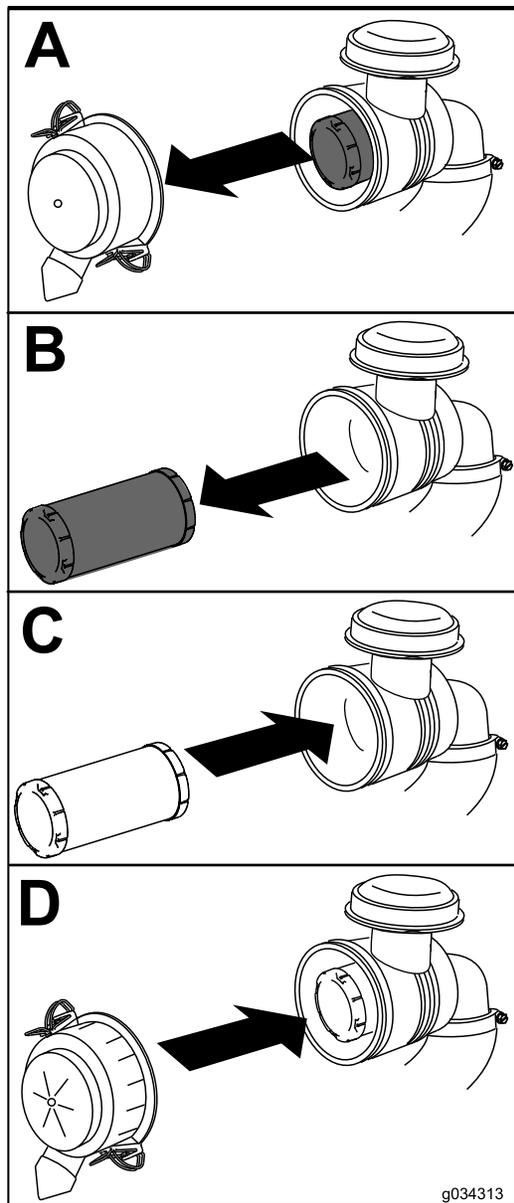

Figura 39
1. Estraete con cautela il filtro dell'aria dal corpo del filtro dell'aria (Figura 39).
4. Montate il coperchio del filtro dell'aria con il lato contrassegnato UP (alto) rivolto in alto, quindi fissate i dispositivi di fermo (Figura 39).